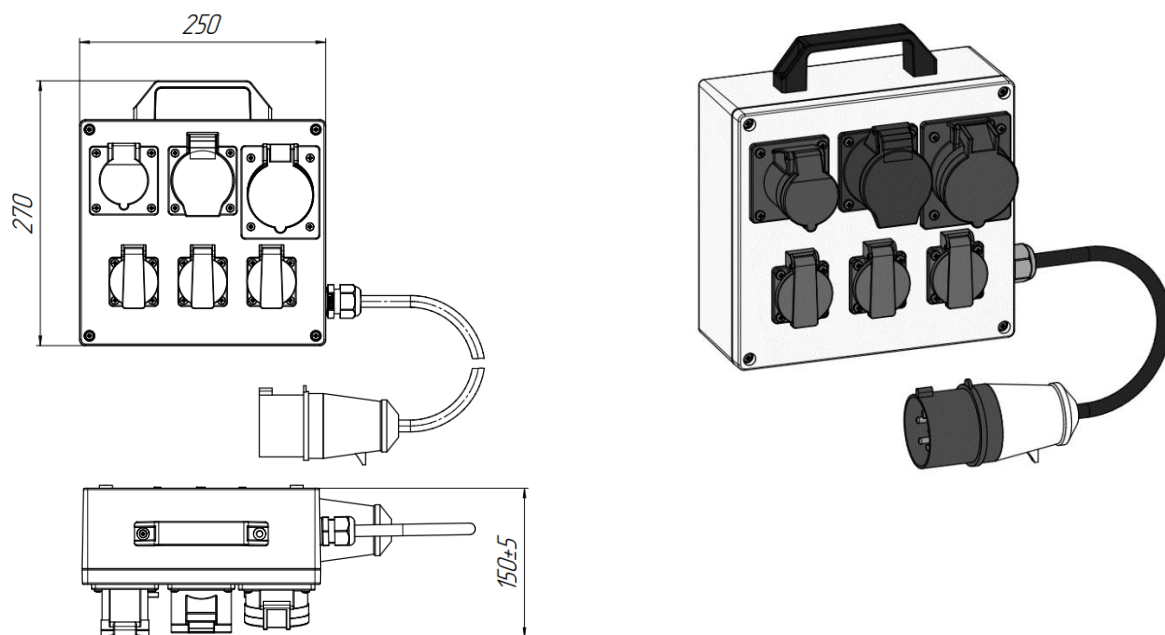
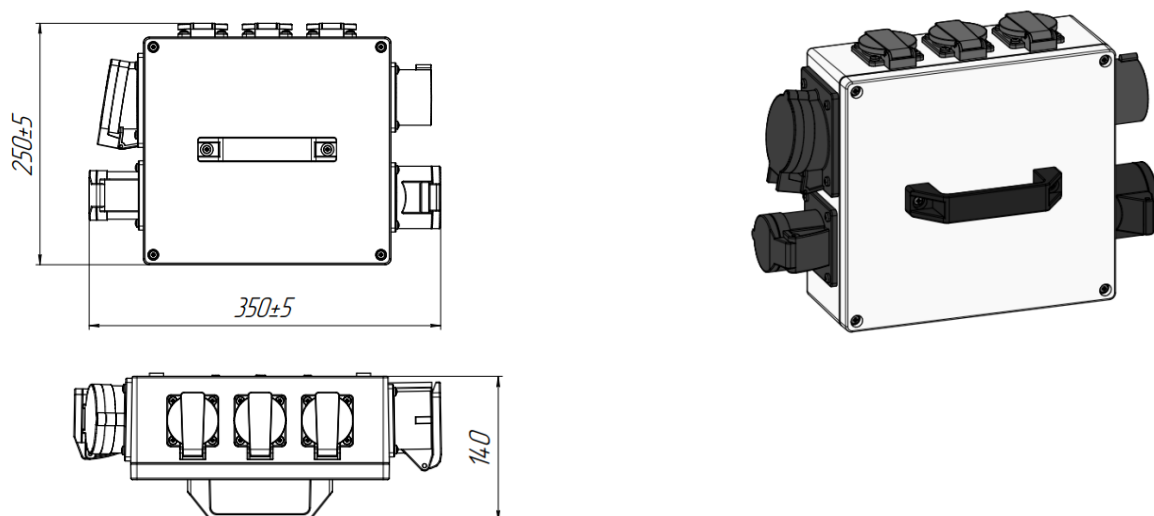

Рис.1 Габаритные размеры и внешний вид распределителя (А), с фронтальным расположением розеток
Рис.2 Габаритные размеры и внешний вид распределителя (Б), с боковым расположением розеток
А – с фронтальным расположением розеток (рис.1),
Б – с боковым расположением розеток (рис.2),
3.3 Габаритные размеры – Рис.1 Рис.2;